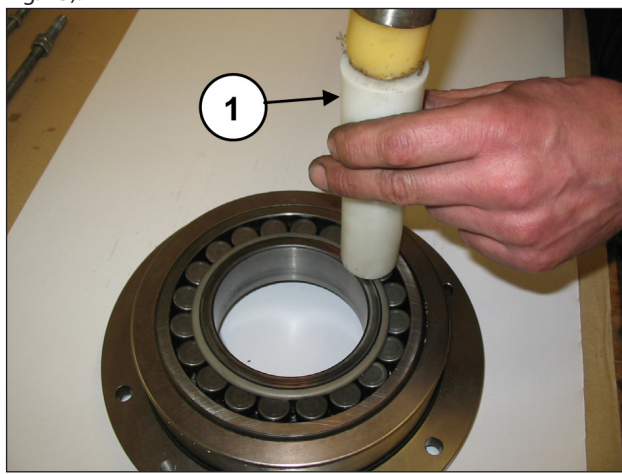

Fig. 25
Apoie o eixo de manivela no fundo do carter. Separe a cobertura do porta-rolamento do rolamento, mediante o uso de um mecanismo de percussão (pos. ①, Fig. 25).